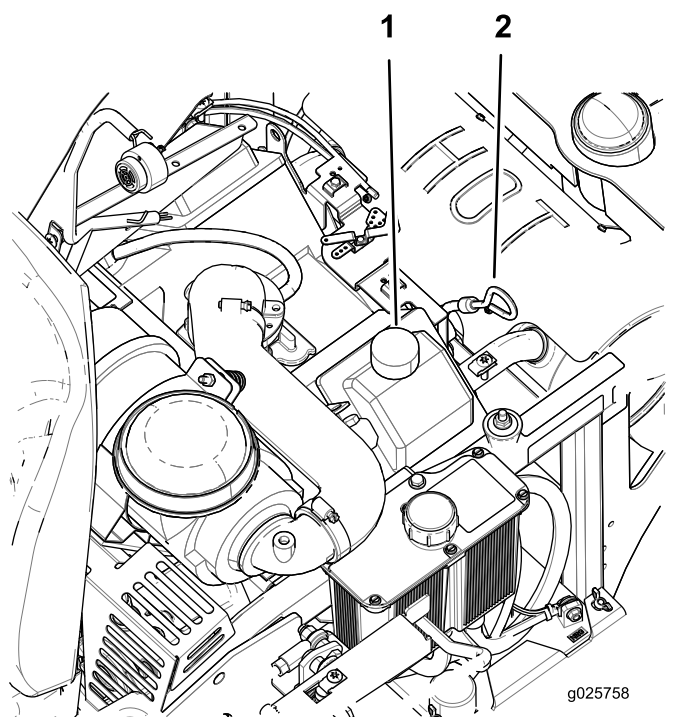

Figura 40
4. Pentru a ine murdăria, iarba tăiată etc. departe de motor, curățați zona din jurul buonului rezervorului de ulei și al joiei înainte de a o scoate (Figura 40).
8. Dacă nivelul uleiului este scăzut, tergeți zona din jurul buonului de umplere cu ulei, îndepărtați buonul și umpleți până la marcajul **plin** de pe joă (Figura 40).
5. Turnați încet aproximativ 80% din uleiul specificat în tubul de umplere și adăugați lent ulei suplimentar pentru ca acesta să ajungă la marcajul **plin** al joiei (Figura 40).
6. Porniți motorul și conduceți pe o suprafață plată. Verificați din nou nivelul uleiului (Figura 40).